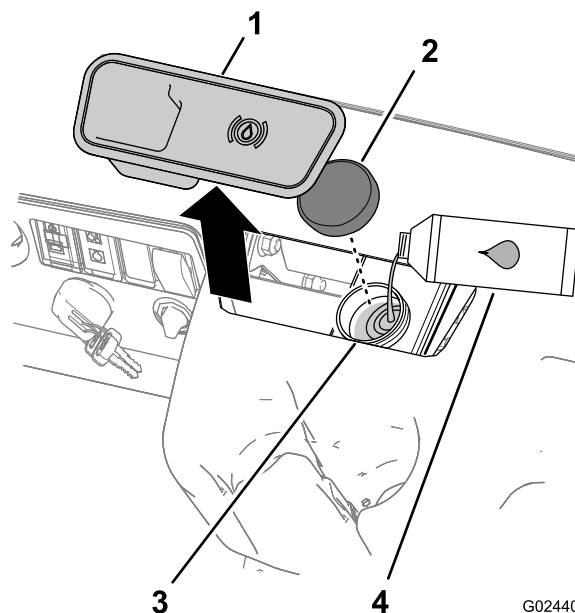

Figure 14
- Enlevez l'obturateur en caoutchouc au centre et en haut du tableau de bord pour accéder au maître-cylindre et au réservoir (Figure 14).
- A. Nettoyez la surface autour du bouchon du réservoir et enlevez le bouchon (Figure 14).
- C. Remettez le bouchon du réservoir (Figure 14).